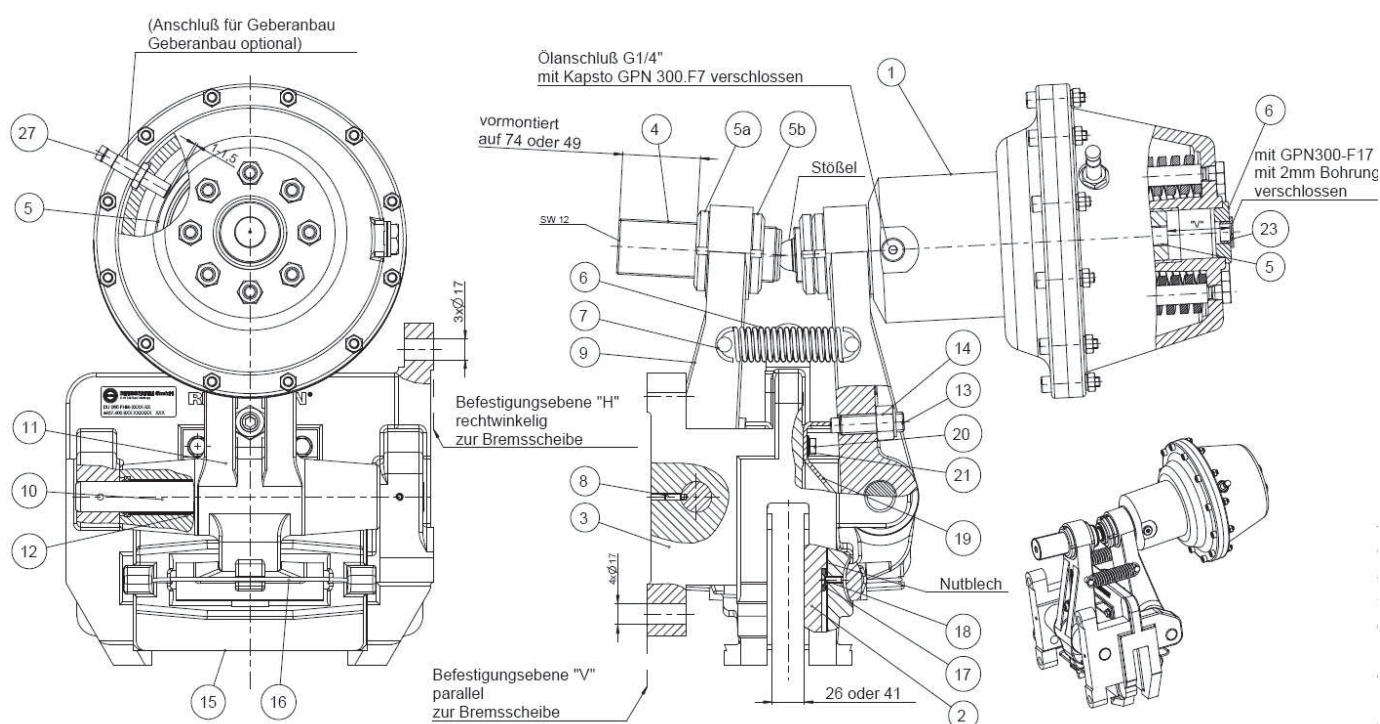

Bild 3.1
- die Ausführung DU 060 FHM, Feder-Druckzylinder rechts montiert wie in Bild 3.1 Absatz 3 gezeigt.
Entfernen Sie die Kunststoff-Schutzkappe (Bild 3.1 , Pos. 23).
Drehen Sie die Schraube in das Gewinde vom Federteller (Bild 3.1, Pos. 5) ein, bis die Bremse geöffnet ist.
- Drehen Sie die beiden Gewindestifte M16 (Bild 3.1 Pos. 13) entgegen dem Uhrzeigersinn ca. 2 Umdrehungen zurück.
- Lösen Sie die Nutmutter (Bild 3.1, Pos. 5b) und drehen Sie diese zum Abstützbolzenende hin zurück.
- Stellen Sie mittels der Nutmutter (Bild 3.1, Pos. 5a) das Gesamtlüftspiel zwischen den Reibklötzen und der Bremsscheibe ein.
- Drehen Sie die Nutmutter (Bild 3.1, Pos. 5b) wieder bei und ziehen Sie beide Nutmutter fest an.
Im Abstützbolzen (Bild 3.1, Pos. 4) befindet sich in der Stirnfläche ein Innensechskant SW 12. Über einen entspr. Innensechskantdreher kann der Abstützbolzen gehalten werden.
Mit Hilfe der Gewindestifte (Bild 3.1, Pos. 13) muß deshalb die Spaltluft beidseitig auf gleiche Spalte eingestellt werden:
- Benutzen Sie den Gewindestift (Bild 3.1, Pos. 13), der aufgrund des Kippmoments an dem Winkelblech (Bild 3.1, Pos. 19) anliegt
- Drehen Sie den gegenüberliegenden Gewindestift (Bild 3.1, Pos. 13) soweit, bis er gerade an dem Winkelblech (Bild 3.1, Pos. 19) anliegt.